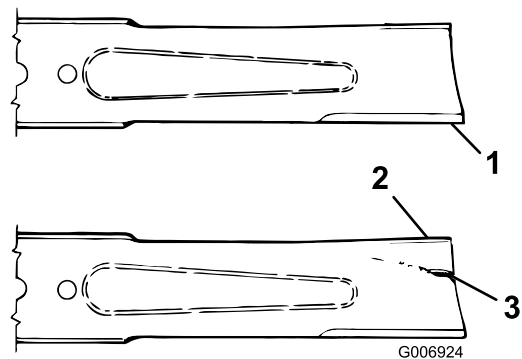

Bild 31
2. Untersuchen Sie die Schnittkanten (Bild 31). Entfernen und schärfen Sie die Messer, wenn die Schnittkanten nicht scharf sind oder Auskerbungen aufweisen, siehe Schärfen der Messer (Seite 29).
3. Prüfen Sie die Schnittmesser, insbesondere den gebogenen Bereich (Bild 31). Wenn Sie Schäden, Verschleiß oder Rillenbildung in diesem Bereich feststellen (Bild 31), sollten Sie sofort ein neues Schnittmesser einbauen.